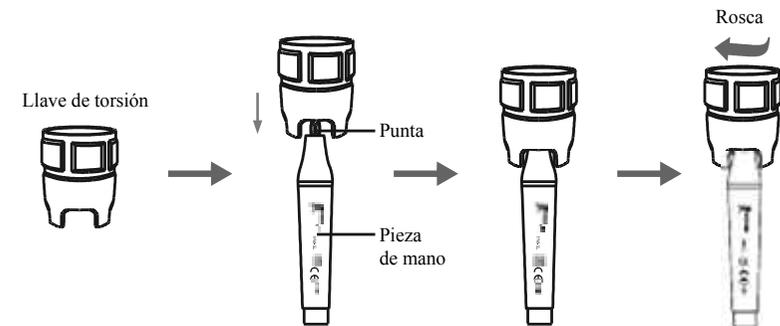

Ilustración 4
① Saque la llave como se muestra en la Ilustración 4;
- 2.2.3 Elija una punta adecuada de detartraje según sea necesario, atorníllela firmemente a la pieza manual con la llave de torsión (como se muestra en la Ilustración 4).
La punta está suelta a causa de la vibración.	Atornille firmemente la punta (como se muestra en la Ilustración 4).